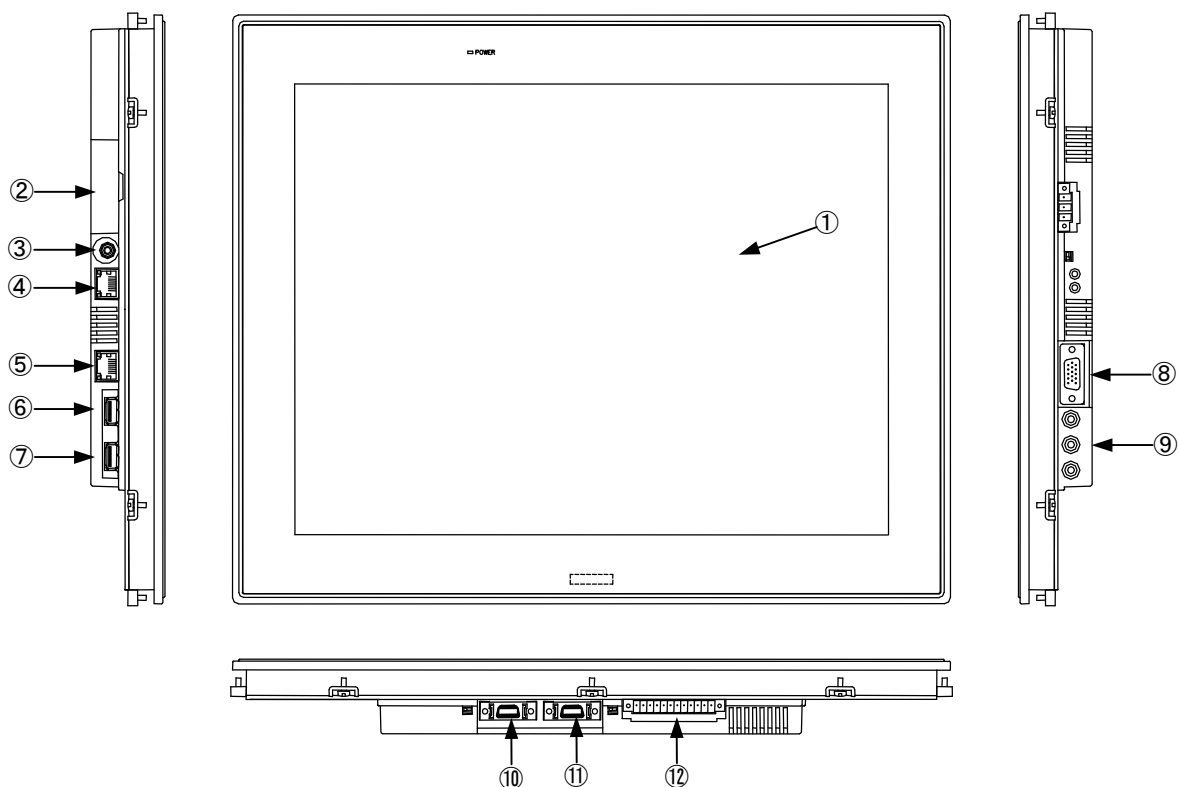

図 3-1-1. 外形図 (AP-7500)
シリーズ本体 (AP-7500) の外形図を図 3-1-1 に示します。各部名称を表 3-1-1 に示します。
一般的な Windows と同様に、デスクトップ表示、アプリケーション表示を行います。本シリーズでは LCD (図 3-1-1 ①) への表示と、VGA 端子 (図 3-1-1 ⑧) を使用してモニタ、プロジェクタへの表示が可能となっています。
COM1	SI01 (図 3-1-1 ⑩) RS-232C のシリアル通信に使用できます。組込みシステム機能のシリアルコントロール機能を使用することで、RS-232C/422/485 を切換えることができます。 ※ RS-422/485 で使用する場合は COM3 を使用してください。COM1 と COM3 の併用はできません。
COM2	SI02 (図 3-1-1 ⑪) RS-232C のシリアル通信に使用できます。組込みシステム機能のシリアルコントロール機能を使用することで、RS-232C/422/485 を切換えることができます。 ※ RS-422/485 で使用する場合は COM4 を使用してください。COM2 と COM4 の併用はできません。
COM3	SI01 (図 3-1-1 ⑩) RS-422/485 のシリアル通信に使用できます。組込みシステム機能のシリアルコントロール機能を使用することで、RS-232C/422/485 を切換えることができます。 ※ RS-232C で使用する場合は COM1 を使用してください。COM1 と COM3 の併用はできません。
COM4	SI02 (図 3-1-1 ⑪) RS-422/485 のシリアル通信に使用できます。組込みシステム機能のシリアルコントロール機能を使用することで、RS-232C/422/485 を切換えることができます。 ※ RS-232C で使用する場合は COM2 を使用してください。COM2 と COM4 の併用はできません。
SMSC91181	LAN1 (図 3-1-1 ④)
SMSC91182	LAN2 (図 3-1-1 ⑤)
汎用入出力	汎用の入出力です。 入力 6 点、出力 4 点を制御できます。 (図 3-1-1 ⑫)